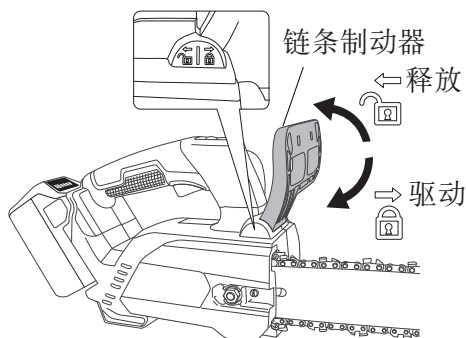

图 20
5. 检查链条制动器操作（图 20）
按箭头所示方向推链条制动器，可施加链条制动器并停止锯链（图 20）。若要松开链条制动器，请松开开关并拉回链条制动器。